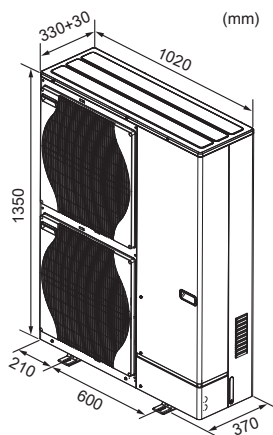

Fig. 2-2
2.2. Dimensiones exteriores (Unidad exterior) (Fig. 2-2)